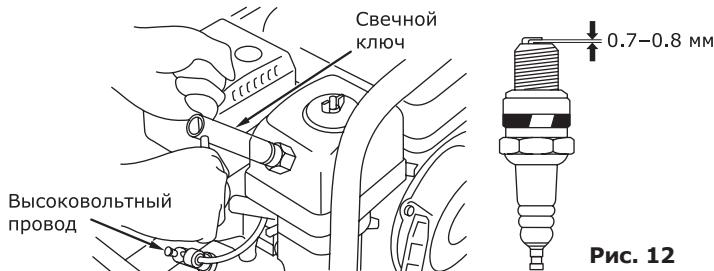

Рис. 12
- Выверните свечным шестигранным ключом (входит в комплект поставки) и осмотрите свечу (рис. 12). Юбка свечи (между керамической частью и металлической частью) должна иметь желтовато-коричневый цвет.
• Проверьте величину зазора между за-земляющим и центральным электродами, используя специальный щуп. При необходимости установите зазор 0,7 — 0,8 мм (рис. 12).